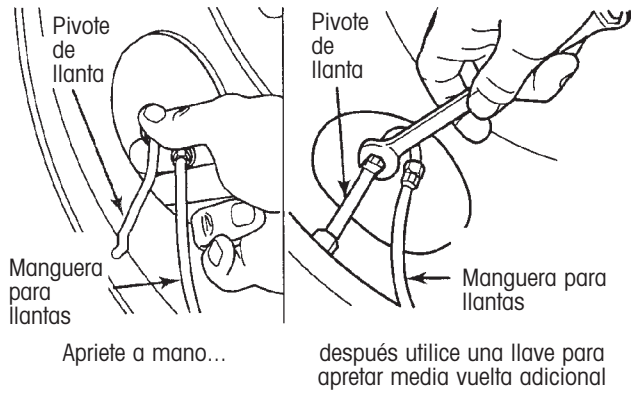

Figura 7. Instale la manguera para llantas en el pivote de la llanta
2. Instale las mangueras en los pivotes de las llantas y apriete a mano (figura 7).
3. Apriete la conexión manguera para llanta/pivote de llanta media vuelta adicional utilizando una llave de  $\frac{7}{16}$  pulgadas (figura 7). **No sobreapriete esta conexión.** La manguera esta lo suficientemente apretada cuando al mover la manguera hacia atrás o hacia adelante no causa que la conexión se mueva.